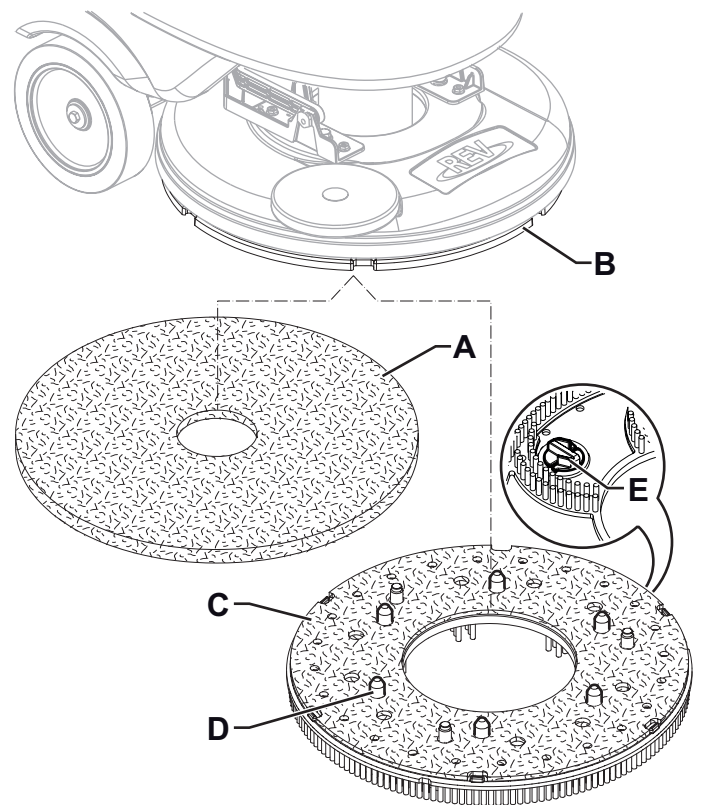

Figure 3
1. S'assurer que la tête REV (37) soit soulevée.
2. Éteindre la machine en appuyant sur le bouton (42) et enlever la clé opérteur (51).
3. En fonction du traitement à effectuer sur le sol, installer le disque (A, Fig. 3) ou la brosse (C, en option) en suivant les instructions ci-dessous :
- Placer le disque (A) sous la tête et l'appuyer jusqu'à la fixation avec le velcro du disque d'entraînement (B).
- Placer la brosse (C, optionnelle) sous la tête, puis faire correspondre les pions de centrage (D) aux trous respectifs du disque d'entraînement (B), ensuite accrocher la brosse avec les trois vis de fixation (E).